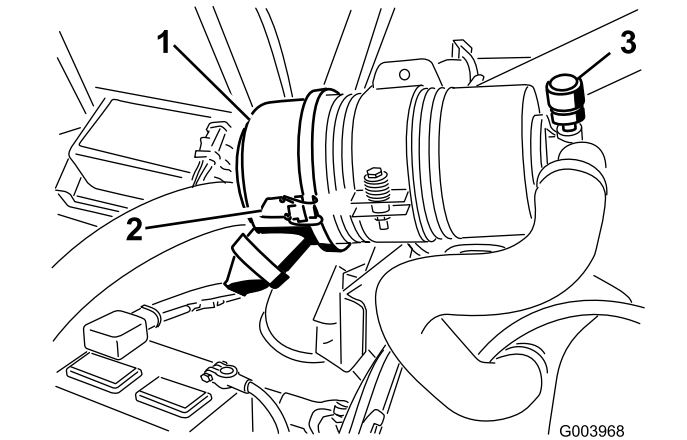

图38
仅在维护指示器（图38）要求时，维护空气滤清器滤芯。在必须更换之前更换空气滤清器，只会增加灰尘在滤清器拆下时进入发动机的几率。
- 1. 松开将空气滤清器盖固定到空气滤清器壳体上的门锁（图38）。